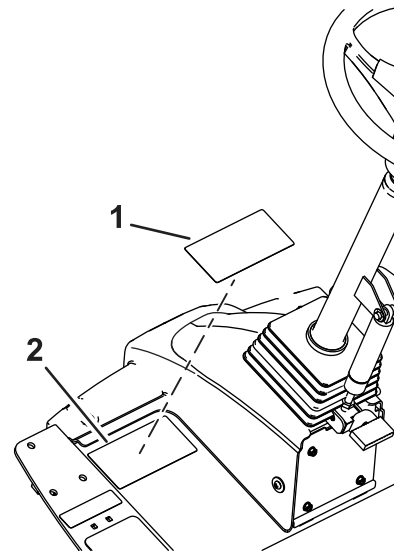

Figura 37
1. Utilice alcohol y un trapo limpio para limpiar la superficie de la calcomanía de advertencia, y deje que la calcomanía se seque (Figura 37).